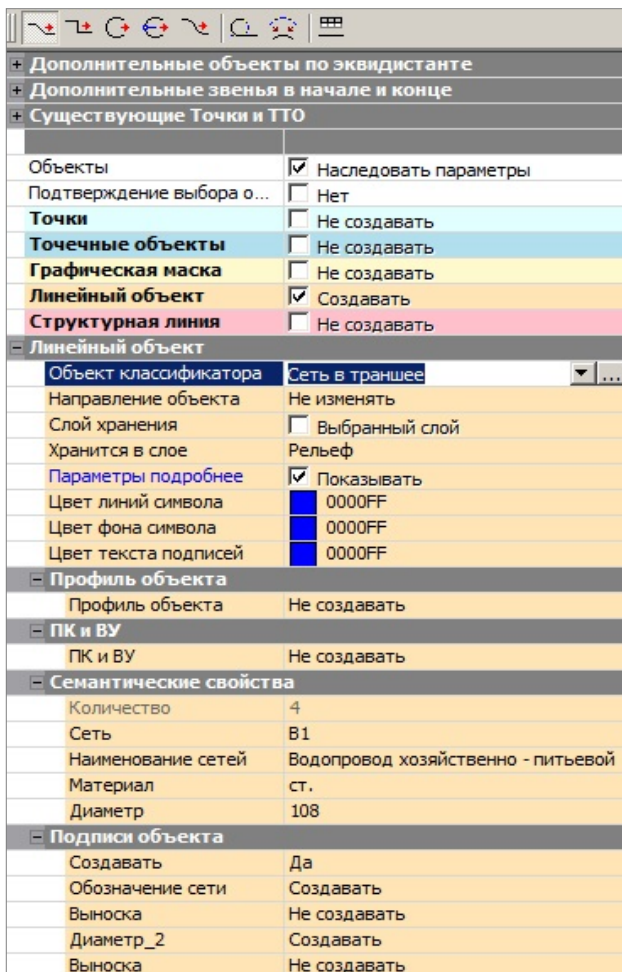

Рис. 8.24
- Выберите тип объекта **Линейный объект** – *Создавать*, остальные объекты – *Не создавать* (рис. 8.24).
- В строке **Объект классификатора** кнопкой выбора откройте диалоговое окно **Открыть Тематический объект** и выберите объект – *Сеть в траншее* (папка *Генплан и транспорт/ Проектируемые инженерные сети*) (рис. 8.24). Измените цвет отображения ЛТО, например, на синий.
- В группе **Подписи объекта** выберите для строки **Создавать** – *Да*, **Обозначение сети** и подпись **Диаметр_2** – *Создавать* (рис. 8.24).